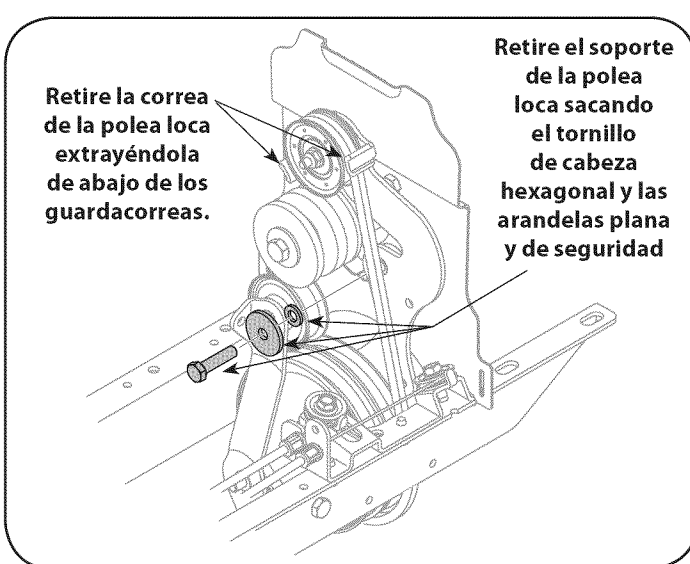

Figura 26
5. Retire el soporte de la polea loca sacando el tornillo de cabeza hexagonal y las arandelas plana y de seguridad. Vea la Figura 26.